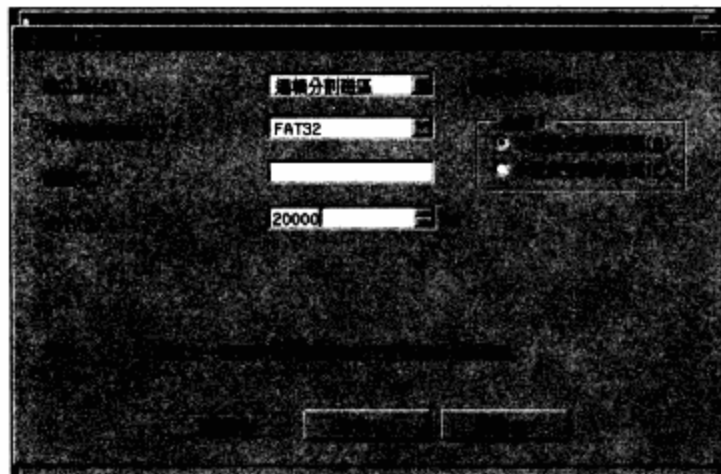

图4-87 逻辑磁盘信息
**步骤 08** 磁盘的信息填完后，单击“确定”按钮。如图4-87所示。